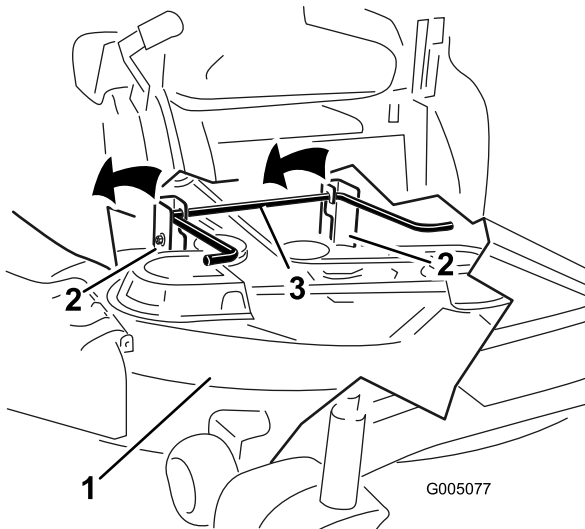
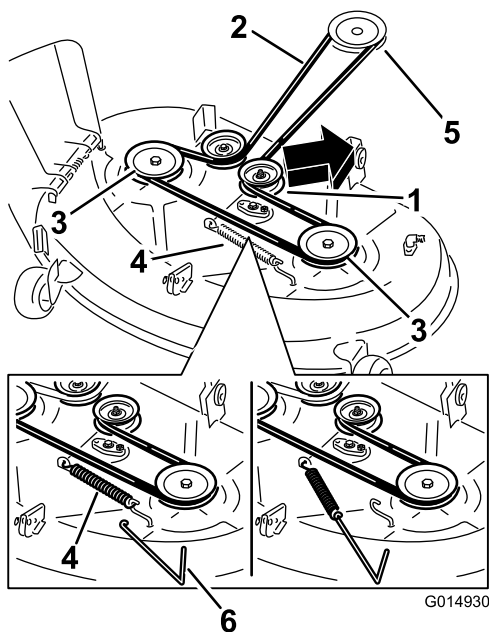
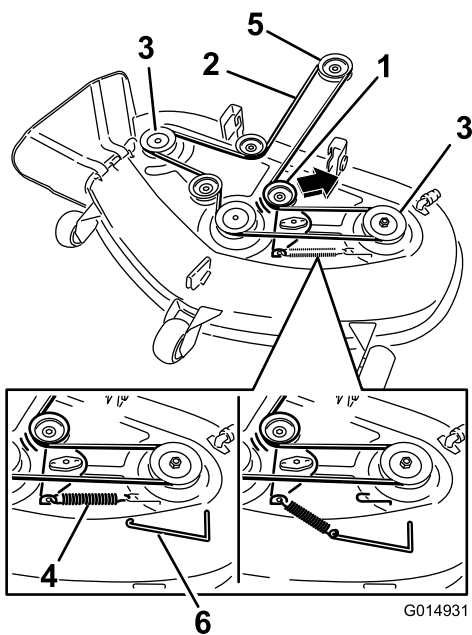

Figure 57
Figure 58
Figure 59
4. À l'aide d'un outil de dépose de ressort (réf. Toro 92-5771), décrochez le ressort du crochet sur le tablier pour détendre la poulie de tension et déchaussez la courroie des poulies (Figure 58 et Figure 59).
5. En vous aidant des poignées, soulevez le tablier de coupe et les supports pour les dégager de la tige de levage arrière et abaissez le tablier au sol avec précaution (Figure 57 et Figure 59).
- Acheminez la courroie neuve autour de la poulie du moteur et des poulies du tablier de coupe (Figure 59).
- À l'aide d'un outil de dépose de ressort (réf. Toro 92-5771), accrochez le ressort à l'ergot sur le tablier pour tendre la poulie de tension et la courroie de tablier de coupe (Figure 58 et Figure 59).
- Soulevez l'arrière du tablier de coupe et guidez les supports sur la tige de levage arrière (Figure 57).